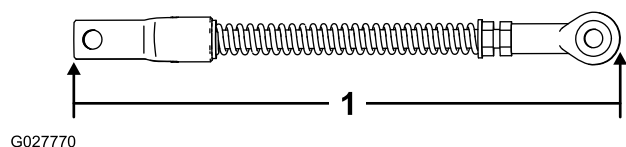

Рисунок 48
- Ослабьте зажимную гайку и отрегулируйте звено шатуна в сборе до длины 24 см между концами (Рисунок 48).